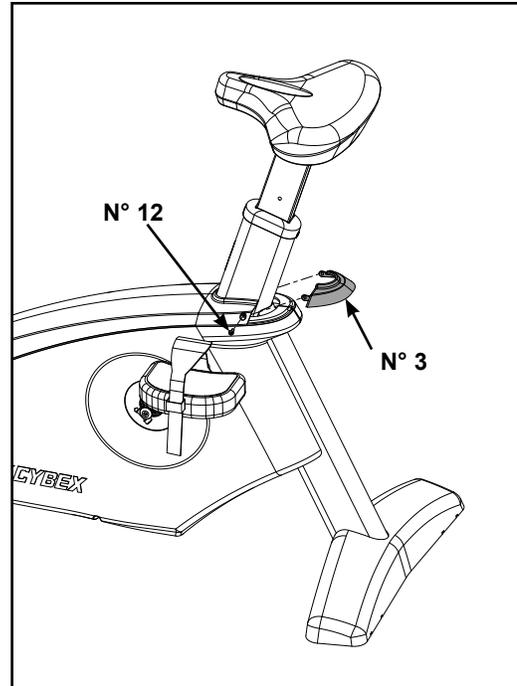

Figure 7
A. Repérez et placez le couvercle arrière (n° 3) dans le couvercle supérieur, tel qu'illustré à la figure 7.
B. À l'aide d'un tournevis Phillips, fixez-le en utilisant deux vis, 8-16 x 0,50 (n° 12). Reportez-vous à la figure 7.